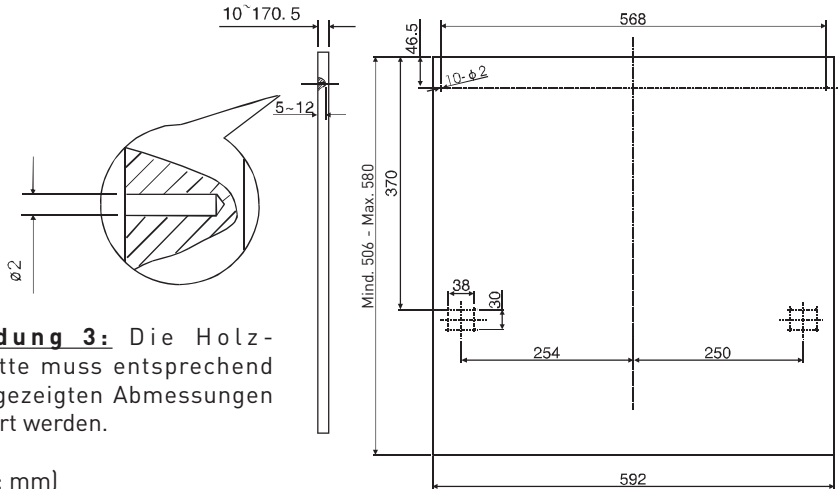

Abbildung 3: Die Holz-Zierplatte muss entsprechend den angezeigten Abmessungen installiert werden.
1. Die Holz-Zierplatte kann entsprechend Abbildung 3 installiert werden.